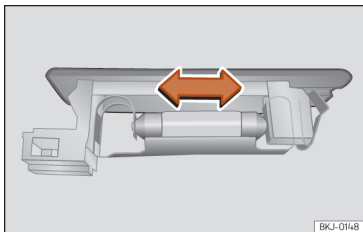

Abb. 168 Gepäckraumleuchte*
- Drücken Sie die Glühlampe zur Seite und nehmen Sie sie aus ihrer Halterung heraus »» [Abb. 168].